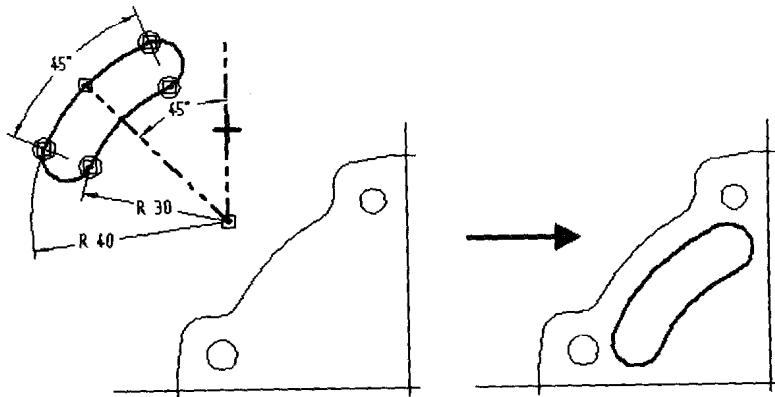

图 1-7 将图形绘制在非干扰区
(4) 基于已有轮廓：使用“包含（Include）”命令借助已经存在的图形（草图或者已有实体的轮廓）。
(5) 排除干扰：如图 1-7 所示，当新建图形与已有轮廓重叠时，可以在模型之外建立轮廓，这样能够避免由于“智能草图（IntelliSketch）”功能产生的偶发性的约束关系造成的不便。当轮廓绘制完成，使用“移动”命令、尺寸标注或者几何约束关系将轮廓精确定位。